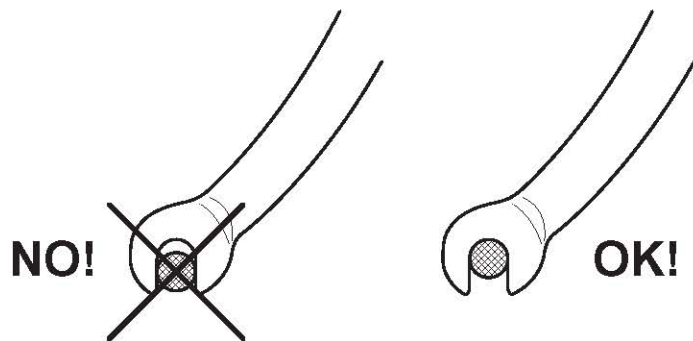

Fig. 15
- Posizionate la ruota nei forcellini del telaio e assicuratevi che vi sia inserita a fondo (Fig. 15).
- Position the wheel axle in the forks in the frame and ensure that the axle is fully inserted in the notch as shown in Figure 15.
- Das Laufrad in die Ausfallenden des Rahmens einführen und sicherstellen, daß es ganz drinnen sitzt (Abb. 15).
- Positionnez la roue dans les pattes du cadre et assurez-vous qu'elle y est insérée à fond (Fig. 15).
- Poner la rueda en las horquillas del cuadro comprobando que haya entrado del todo (Fig. 15).
- Plaats het wiel in de vorken van het frame en overtuig uzelf dat het goed tussen de vorkenden zit (Fig. 15).